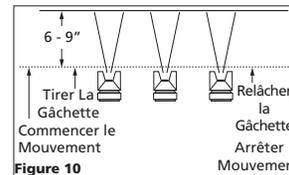

Figure 10
2. "Tirer sur la gâchette" correctement. Déplacer le pistolet AVANT D'APPUYER SUR LA GÂCHETTE et la relâcher AVANT D'ARRÊTER LE MOUVEMENT DU PISTOLET. Ceci permettra de faire chevaucher chaque application avec la précédente sans surcharge ou irrégularité (Voir Figure 10).